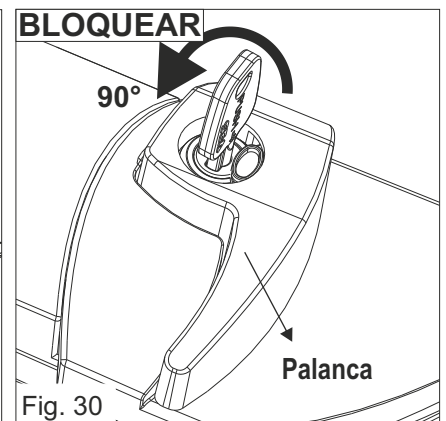

Fig. 30
- 2) Rotar la llave de 90° en sentido antihorario (Fig. 30)